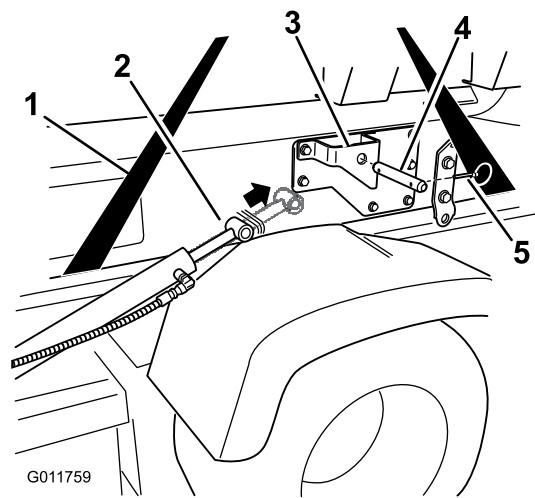

Figure 19
4. Déployez les vérins de relevage jusqu'aux supports sur le patin de la cuve. Alignez les bras des vérins sur les trous des supports du patin (Figure 19).